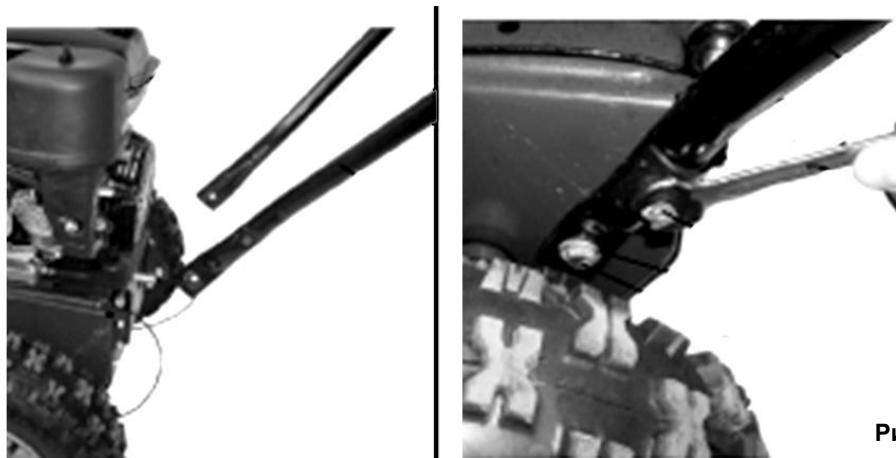

Рис. 3
- Установите обе рукоятки управления на основании снегоуборщика (См. Рис.3).